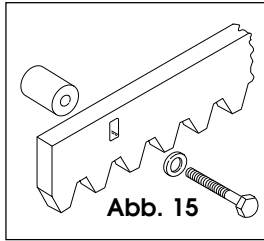

Abb. 15
**4.4.2. ZAHNSTANGE AUSSTAHL ZUM ANSCHRAUBEN (Abb. 15)**